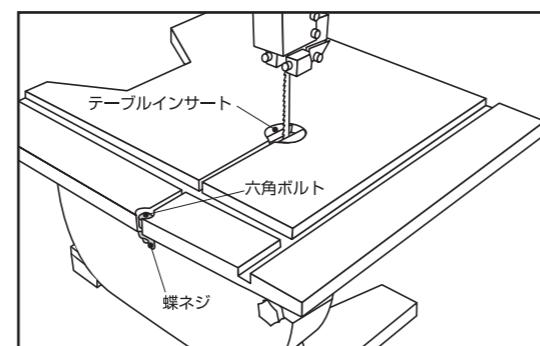

図6
6. テーブル中心に、テーブルインサートを取り付けてください。(図6)